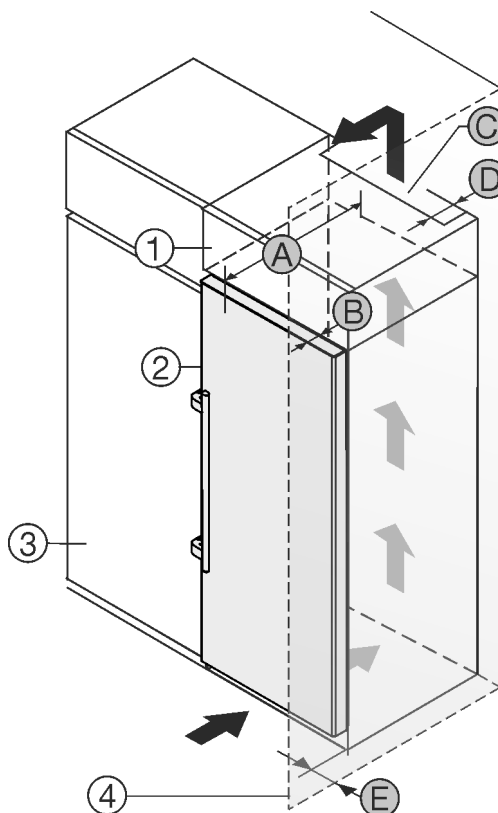

Fig. 1
Vous pouvez placer le réfrigérateur directement à côté de l'armoire de cuisine *Fig. 1 (3)*.
Une sortie d'air avec la profondeur *Fig. 1 (D)* doit être présente au dos de la rehausse sur toute sa largeur.
La section de ventilation *Fig. 1 (C)* sous plafond doit être respectée.
Si le réfrigérateur est installé avec les charnières près d'une paroi *Fig. 1 (4)*, la distance entre le réfrigérateur et la paroi doit être d'au moins 57 mm. Cela correspond au dépassement de la poignée lorsque la porte est ouverte.
Pour pouvoir ouvrir complètement les portes, le réfrigérateur doit dépasser de la profondeur de la porte *Fig. 1 (B)* par rapport à la façade du placard. L'appareil peut déborder encore plus en fonction de la profondeur des placards *Fig. 1 (3)* et de l'utilisation de cales d'épaisseur.